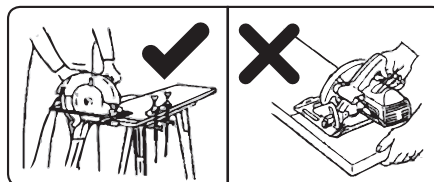

Abb. 7
- Sichern Sie das zu sägende Material durch ein geeignetes Spannmittel, z. B. durch Befestigung mit Klemmen zur Arbeitsfläche (siehe Abb. 7). Halten Sie das zu sägende Material niemals in der Hand oder angelehnt gegen das Knie.